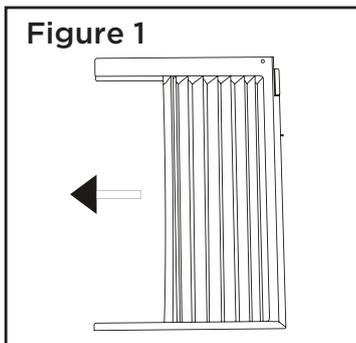

Figure 1
- A. Tenez le panneau latéral d'une main et tirez doucement sur le centre pour libérer l'extrémité ouverte. Voir la Figure 1.